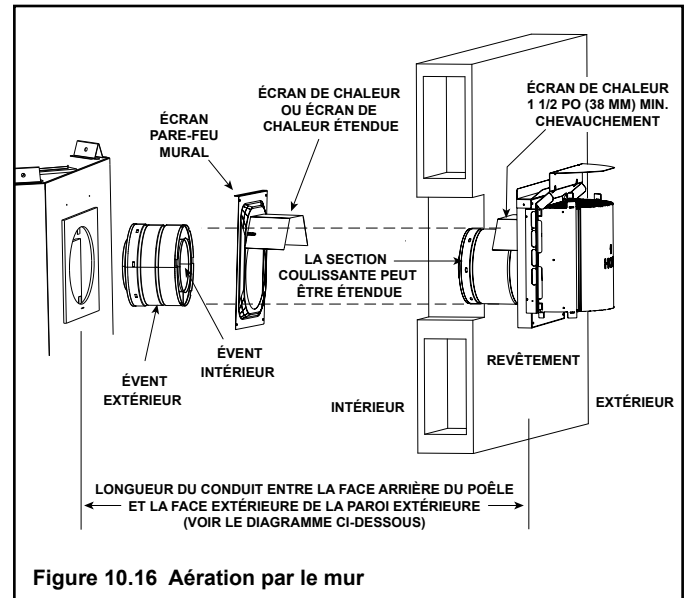

Figure 10.16 Aération par le mur
- **NE PAS** retirer les écrans de chaleur fixés sur l'écran pare-feu et sur le capuchon horizontal (voir la Figure 10.16).
L'écran de chaleur comprend deux sections. La première section est fixée en usine sur l'écran pare-feu. L'autre section est fixée en usine sur le capuchon. Voir la Figure 10.16.